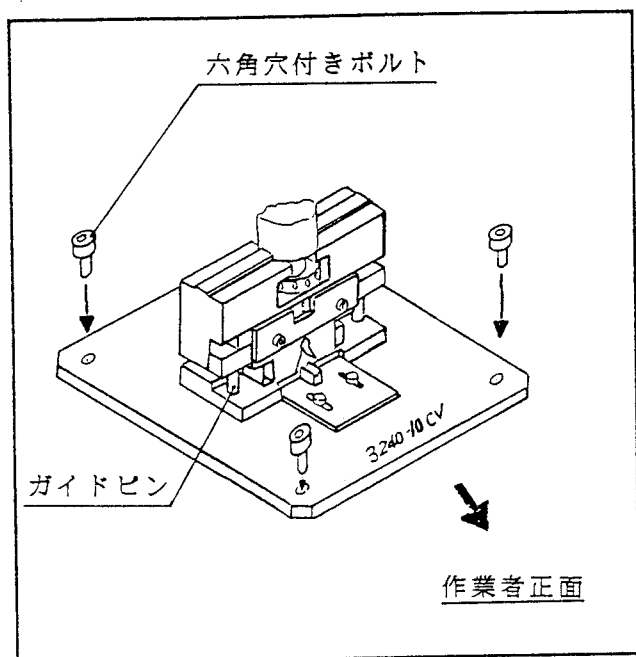

図 3
- ①六角穴付きボルトをハンドプレスのベースより取り外して下さい。
- ②ガイドプレートの4個の穴をハンドプレスのベースの4箇所のネジ部にあわせて仮止めします。
- ③図3の様にプレスのハンドルを下げ、加圧ブロックのガイドピンをガイドプレートのガイド穴に誘い込んで下さい。
- ④ガイドピンをガイド穴に誘い込んだ状態で、仮止めしてある六角穴付きボルトをしっかりと締め付け、固定して下さい。